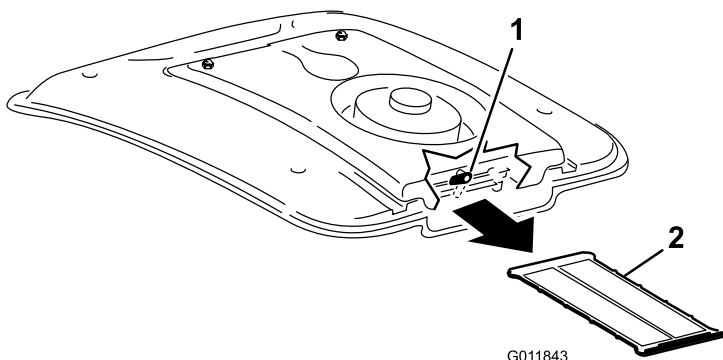

図 104
2. ファンマウントの後部についているラッチを上を回して横向きにする（図 104）。
3. エアコンコイルからスクリーンを引き出す (図 104)。
4. スクリーンを圧縮空気ですぐに洗淨する (図 104)。